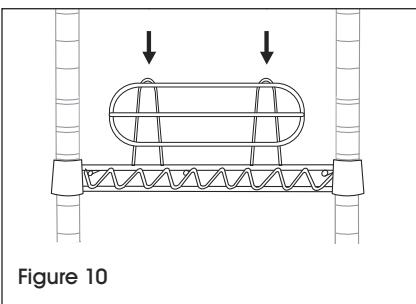

Figure 10
2. En commençant par la tablette du bas, fixez un rebord de tablette court à l'un des côtés courts de la tablette. Commencez par insérer un groupement de dents, puis poussez l'autre extrémité du rebord de tablette jusqu'à ce qu'il soit bien en place. Répétez l'opération pour les quatre autres tablettes en laissant la tablette du haut sans rebord. (Voir Figure 10)